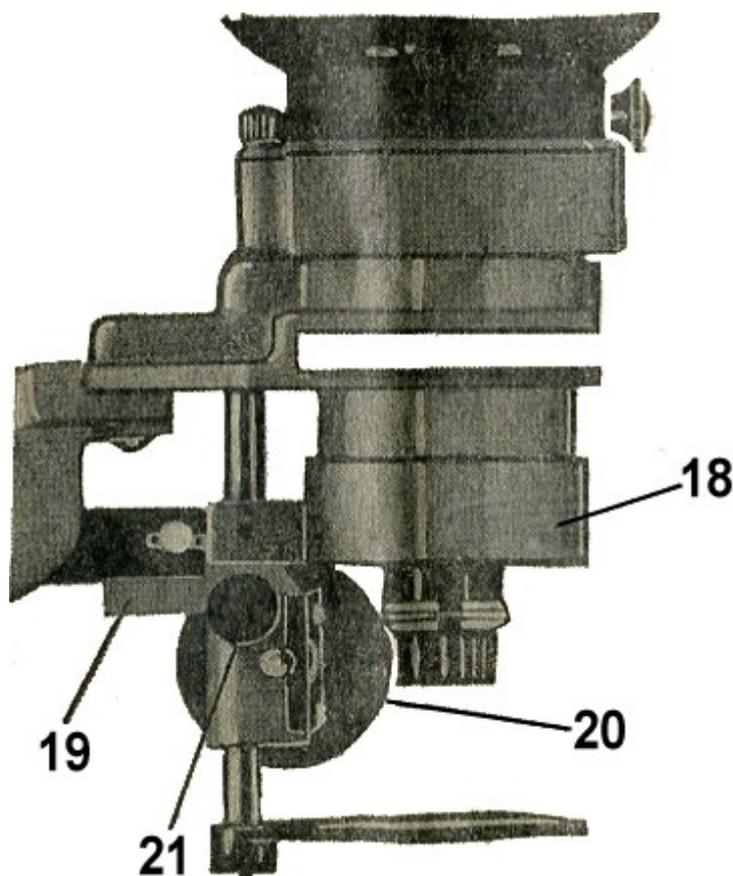

Рис. 3
Тубус объектива (18) рис. 3 имеет возможность перемещения относительно каретки (19), что позволяет производить ручную наводку на резкость путём вращения головки кремальеры (20).
При увеличении более 8 крат необходимо стойку фотоувеличителя развернуть на 180° и проекцию изображения производить на какой-либо экран, расположенный ниже экрана фотоувеличителя (пол, табурет). Наводка на резкость в этом случае осуществляется вручную. Для этого необходимо опустить стопорный винт (21) рис. 3 и вращением кремальеры (20) добиться наиболее чёткого изображения.
При переходе с ручной фокусировки на автоматическую необходимо тубус (18) рис. 3 вращением кремальеры (20) опустить вниз до упора в каретку (19) и застопорить винтом (21).